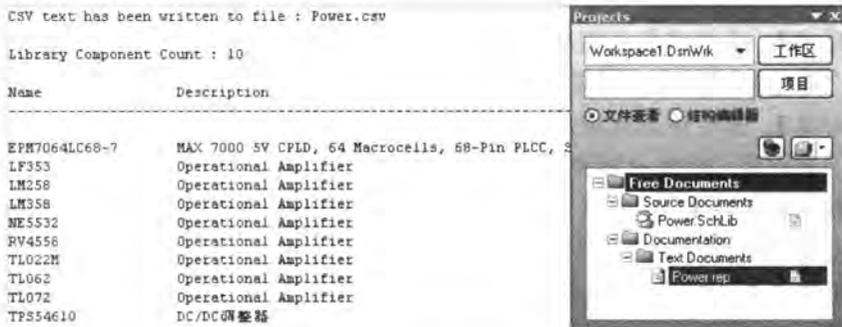

图 5-35 元器件库报表
- [2] 执行【Reports】/【Library List】命令，则系统自动生成了该元器件库的报表，如图 5-35 所示。